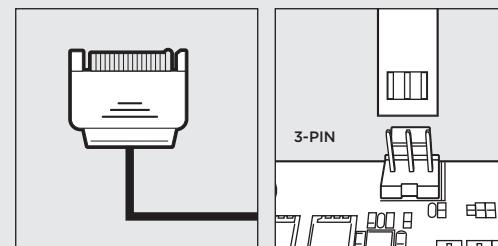

figure 1
- Connect pump power cable to an available SATA power plug (figure 1).
- Connect pump tach cable to the CPU_FAN header on your motherboard (figure 1).
- Connectez le câble d'alimentation de la pompe à la fiche d'alimentation SATA (figure 1).
- Connectez le câble d'alimentation de la pompe au cavalier CPU_FAN de la carte mère (figure 1).
- Verbinden Sie das Stromkabel der Pumpe mit einem verfügbaren SATA-Netzstecker (Abbildung 1).
- Verbinden Sie das Stromkabel der Pumpe mit dem CPU-Lüfterheader auf dem Mainboard (Abbildung 1).